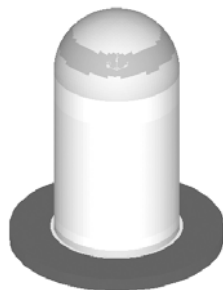

图 13-13 显示模型应力云图
(6) 确定 Resolved in 栏设置为 Analysis System, Averaging method 设置为 None。
(7) 单击 Apply 按钮。如图 13-13 所示，默认情况下云图将显示在模型所有组件上，当然可以指定某个组件显示云图。